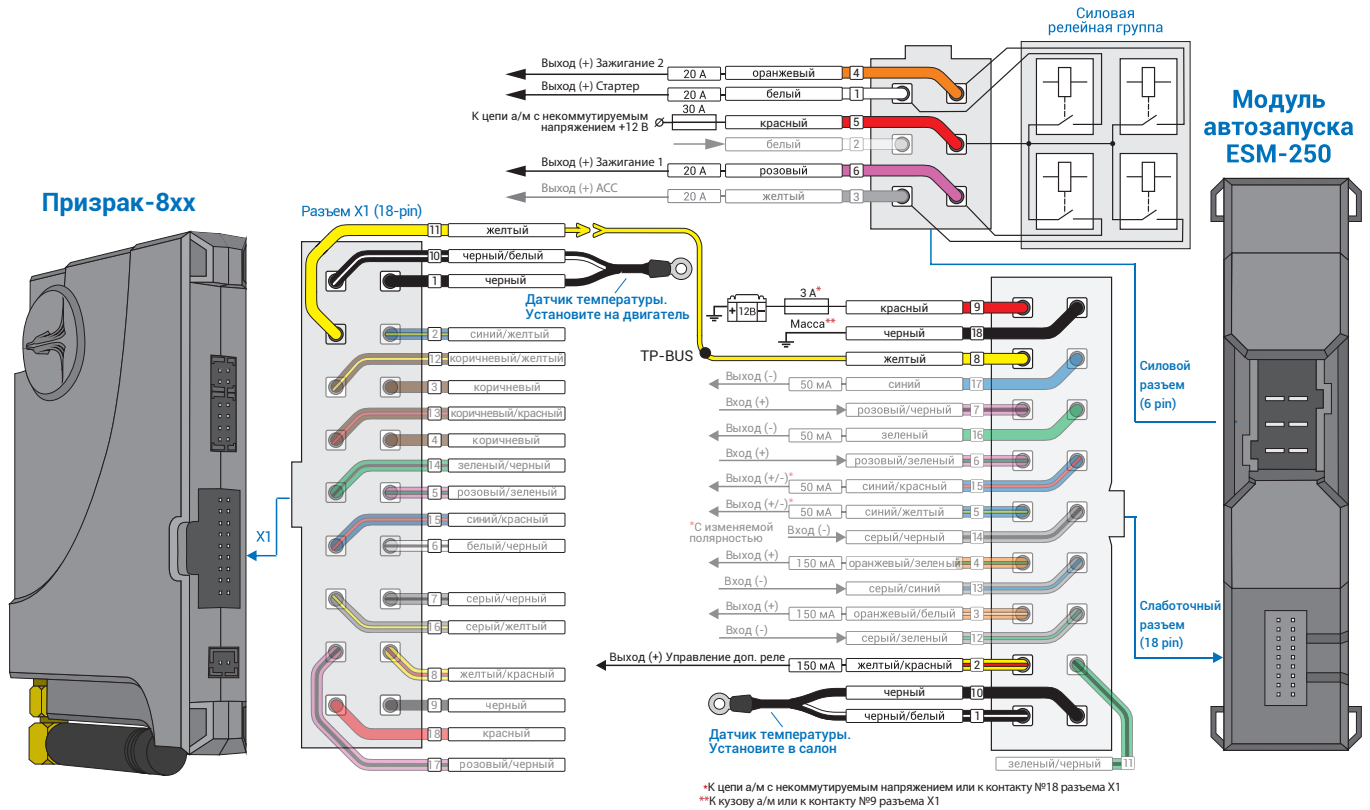
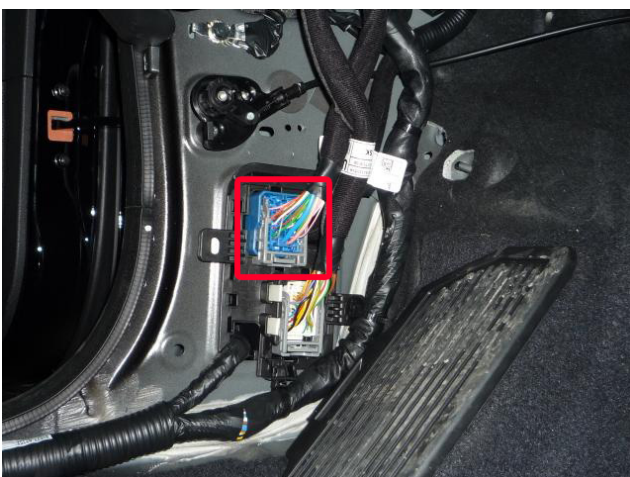

Рис.3 Подключение модуля автозапуска ESM-250
Рис.4 Место подключения к силовым цепям запуска двигателя
4. Подключите модуль автозапуска ESM-250 – выводы модуля, которые требуется подключить выделены на рис. 3. Подключение производится в синем разъеме за левой кик панелью (см. рис. 4, 5).